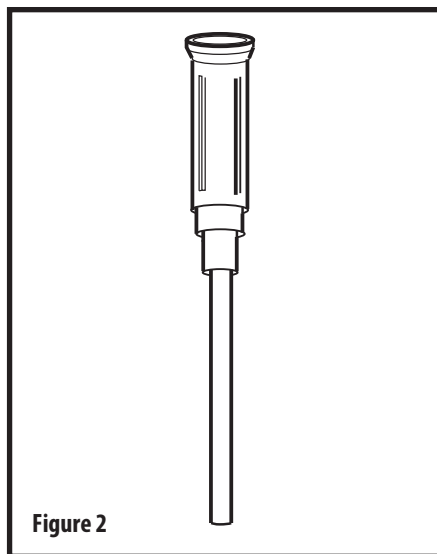

Figure 2
7. A se împinge canula introdusă (Fig 2) în orificiul jejunal până când suportul este în contact cu orificiul de alimentare jejunal și canula este vizibilă în interiorul tubului. Canula introdusă deschide valva unidirecțională și o protejează împotriva efectelor negative ale sârmei de ghidare.